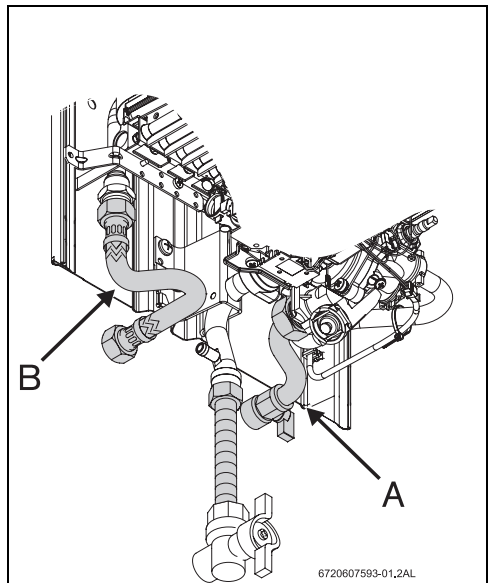

Fig. 13 Conexión del agua
- ▶ Identificar el tubo de agua fría (Fig. 13, pos. A) y el tubo de agua caliente (Fig. 13, pos. B), para evitar cualquier conexión equivocada.